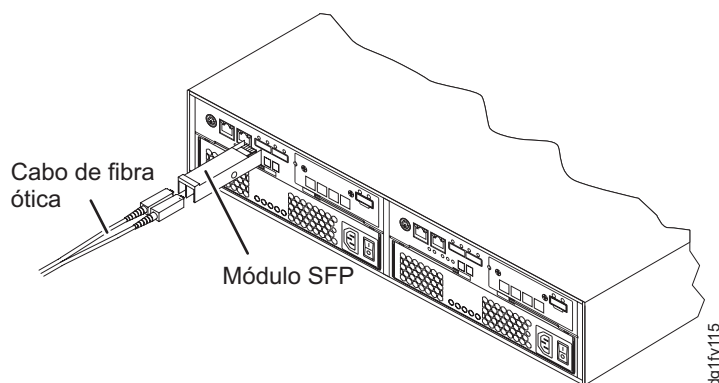

Figura 3-9. Instalando um Módulo SFP na Porta do Host
4. Insira o módulo SFP na porta do host até que se encaixe no lugar. Consulte Figura 3-9.